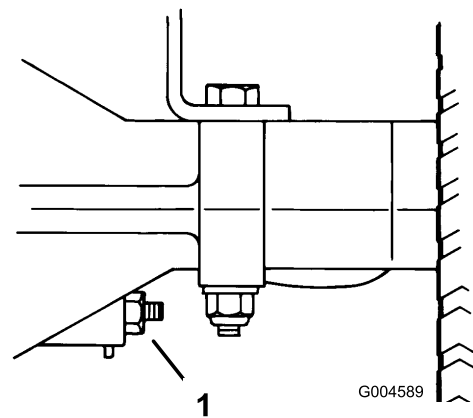

Bild 31
2. Drehen Sie zum Erhöhen des Bremswiderstands die Bremseneinstellmutter (Bild 31) eine Achtelumdrehung nach rechts.